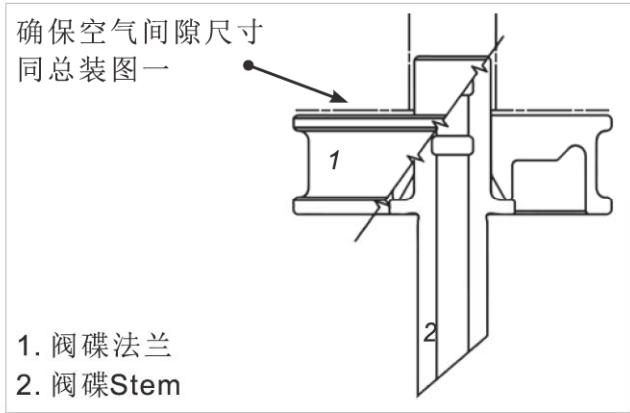

图5-46b 2-Pc阀碟
4. 对于1片整体式阀碟以正确的方向安装。对于2片式阀碟 - 把阀碟Stem以正确的方向安装入分流板。把阀针法兰装在阀碟Stem上。(如图5-46b)。